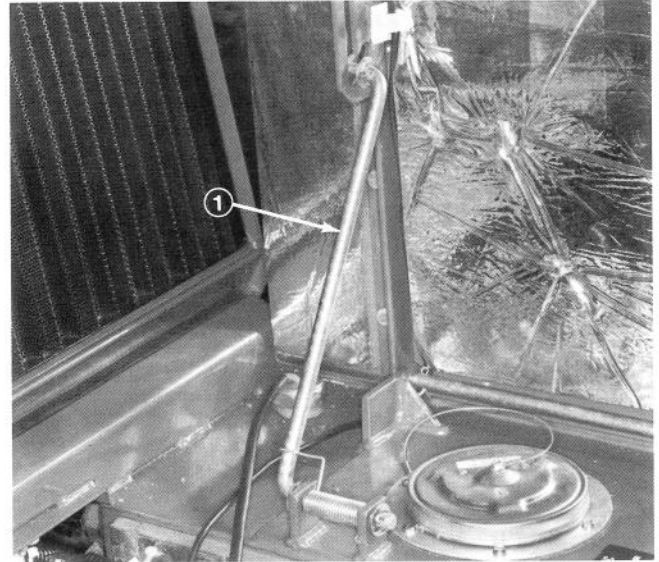

Bild 17
2. Die Sitzstützstange zum Halten des Sitzes in aufrechter Stellung benutzen (Bild 17).